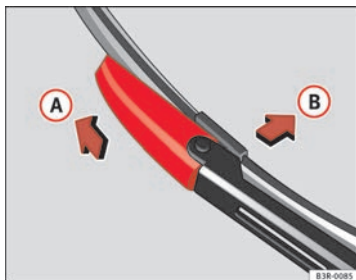

Abb. 170 Wischerblatt abnehmen
- Schieben Sie das Verriegelungsstück am Wischerblatt in Pfeilrichtung ⇒ Abb. 170 (A). Halten Sie dabei das Wischerblatt fest.
- Ziehen Sie das Wischerblatt (B) aus der Aufnahme des Scheibenwischerarms.